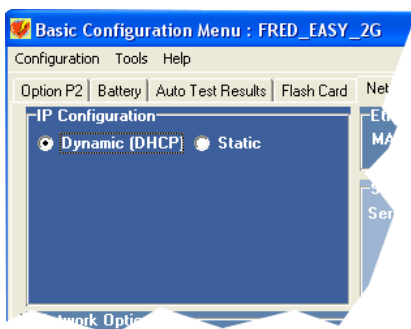

Abb. 5.13 Konfigurierung des dynamischen Modus
- Die Parameter des Bereichs „IP-Konfiguration“ (2) sind abhängig von der Infrastruktur des Netzwerks:
- Im „Statischen“ Modus (3) wird diese Information von Ihrem Netzwerk-Administrator geliefert und Sie müssen die Felder (4), (5), (6) und (7) ausfüllen.
- Im „Dynamischen“ Modus (3) werden die 4 Parameter automatisch konfiguriert (siehe Abb. 5.13 Konfigurierung des dynamischen Modus).
- Überprüfen Sie, dass die auf dem Display eingeblendete „MAC-Adresse“ (8) identisch mit der Adresse ist, die sich auf der Unterseite des Gerät befindet.
- Füllen Sie das Feld der IP-Adresse des Servers aus (9).
- Geben Sie ein Login ein (10).
- Geben Sie das Passwort ein (11).
- Klicken Sie dann auf die Schaltfläche „Update“ (12), um eventuelle Änderungen zu übernehmen.
- Login (10) und Passwort (11) können beliebig geändert werden, müssen aber mit den unter dem Reiter „SNMP Parameter“ im **LifeDataNet®** angegebenen Daten übereinstimmen (siehe Benutzerhandbuch **LifeDataBox/LifeDataNet®** (0-48-0117)). Standardmäßig ist das Login „fredeasy“ und das Passwort „schiller“.
- Klicken Sie für die Übernahme eventueller Änderungen der Parameter auf die Schaltfläche „Update“ (12).